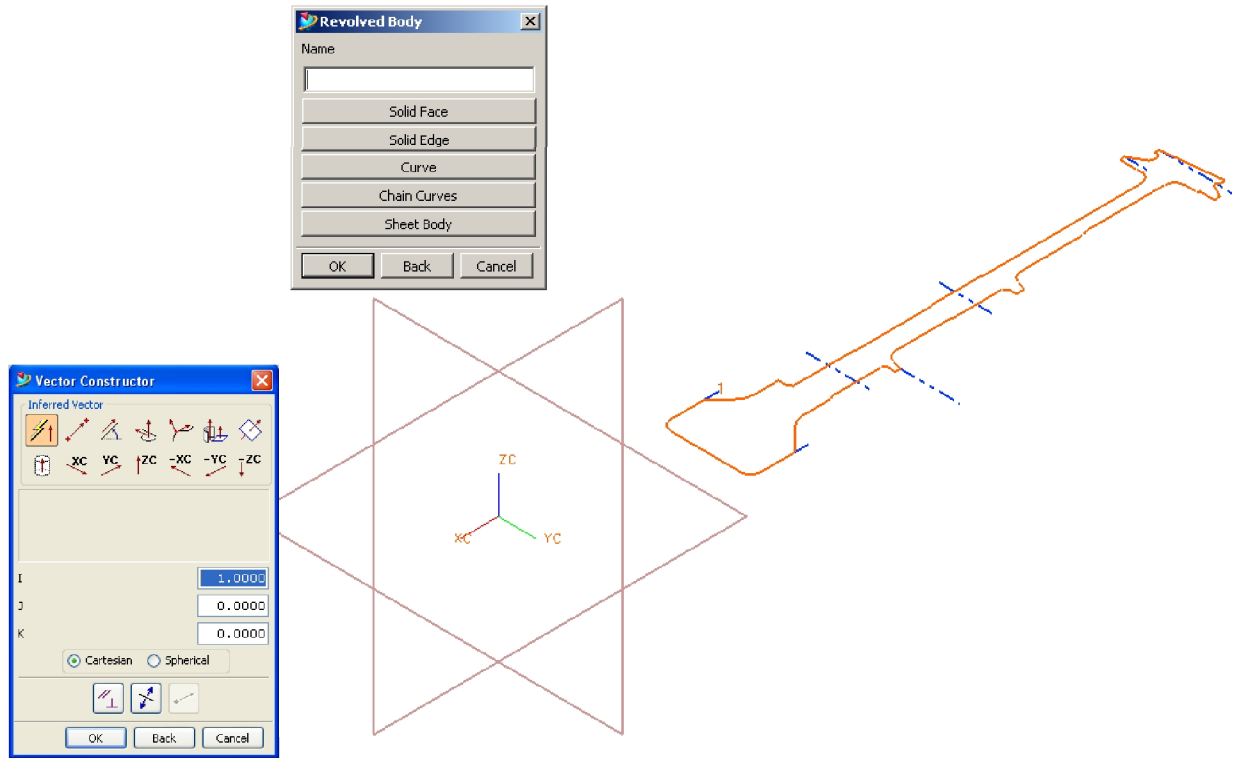
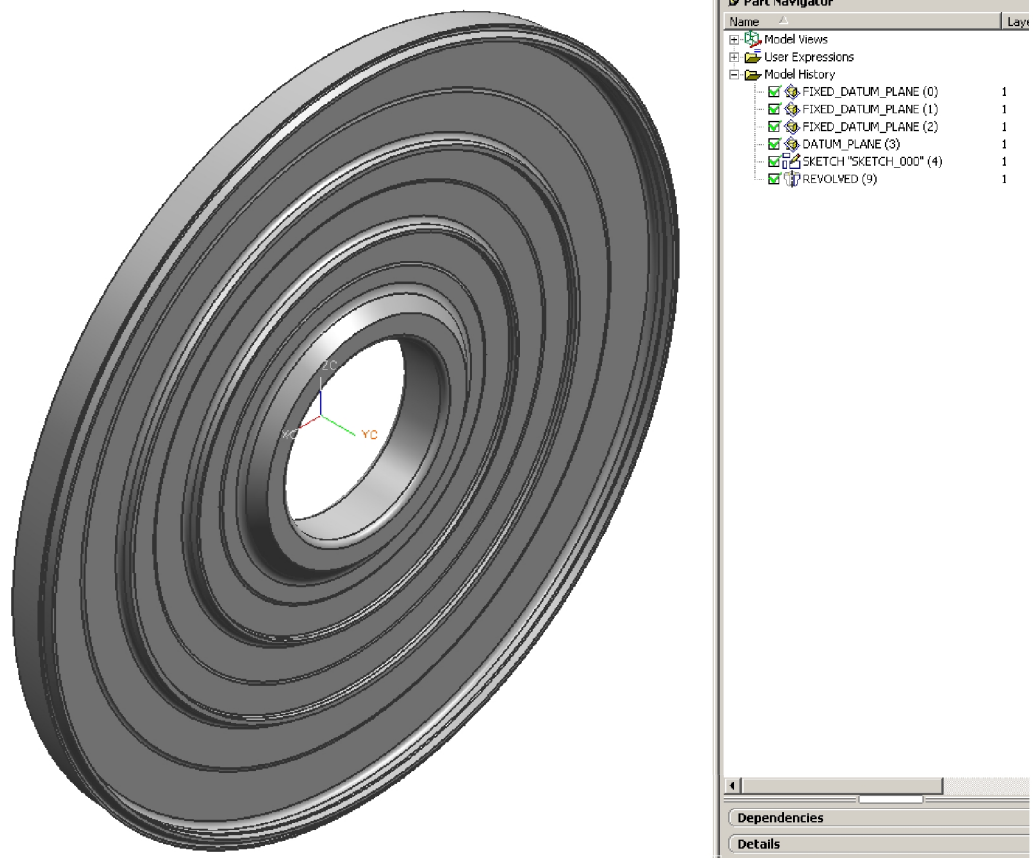

Рис. 35. Выбор параметров для построения тела вращения
Рис. 36. Тело вращения
6. Используя построенное сечение, создайте тело вращения: **Revolved Body: Insert** → **Design Feature** → **Revolve...** Выберите созданный эскиз и нажмите кнопку **OK**. Выберите метод построения **Axis and Angle**. В качестве вектора, вокруг которого будет выполнено вращение эскиза – выберите ось **XC**, принимаем по умолчанию предлагаемый начальный угол 0 градусов и конечный угол 360 (Рис. 35). В результате должно получиться тело вращения (Рис. 36).